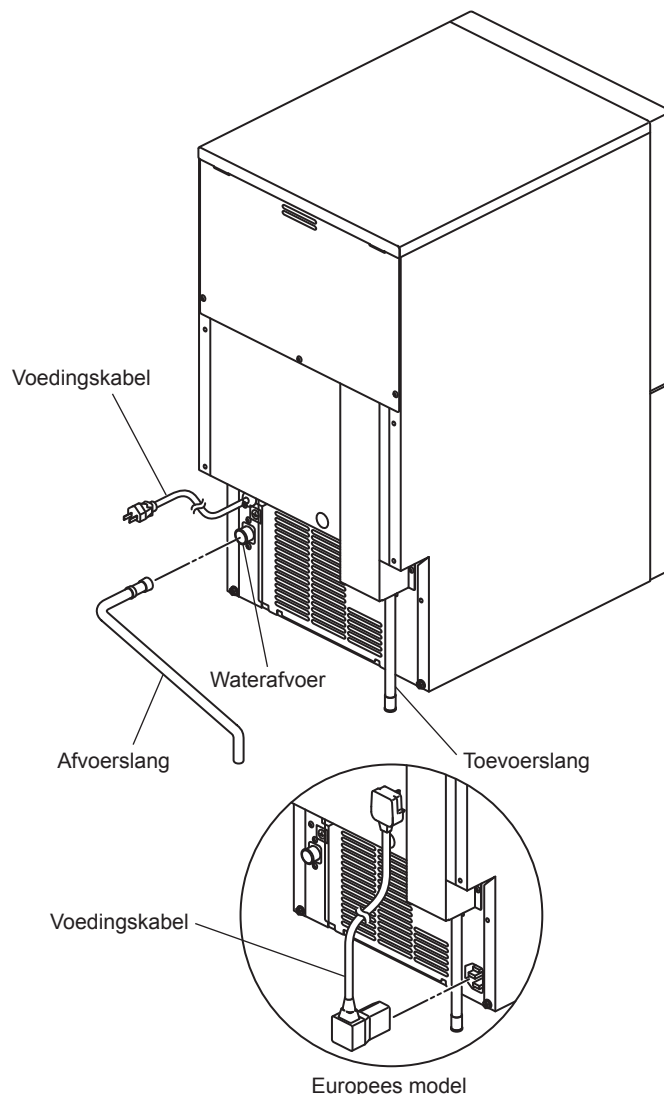

Fig. 3
- 2) Draai de flexibele grijze afvoerslang (meegeleverd) handvast aan op de aansluiting aan de achterkant van de ijsmachine zoals aangegeven (fig. 3). Zorg er daarbij voor dat de rubber afdichting goed is aangebracht voor een lekvrije aansluiting. De slang kan zonodig op lengte worden gesneden voor een passende aansluiting op de hoofdafvoer. Voorkom waterlekages door de afvoerslang aan de waterafvoer te bevestigen met behulp van een slangklep.